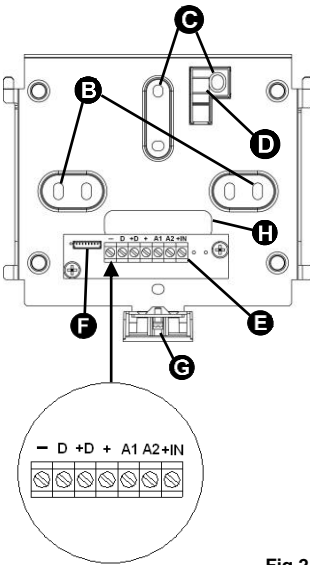

Fig.2
- Fixer l'étrier de support au mur à l'aide de tasseaux de 6 mm (non fournis) ou, le cas échéant, sur la boîte d'encastrement, en maintenant le bornier vers le bas (Fig. 2), en utilisant les pré-perçages « A » ou « B ». Ne pas serrer excessivement les vis car la déformation de l'étrier qui en résulterait pourrait compliquer l'accrochage du clavier à ce dernier.